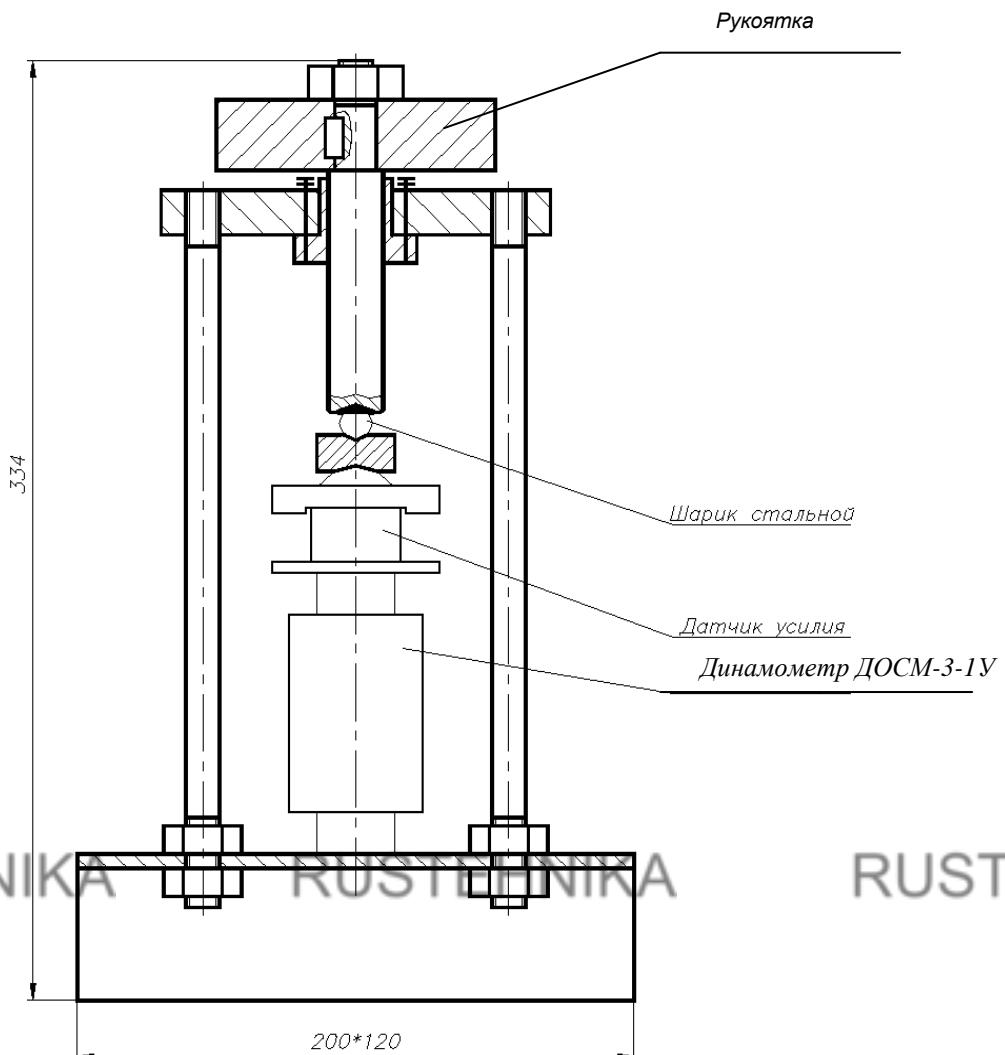

Рисунок 7 - Устройство для проверки стенда при измерении усилия на органе управления
- 1) установить датчик усилия в силозадающее устройство согласно рис. 7;